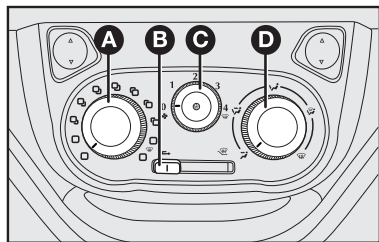

fig. 38
COMANDOS - fig. 38
1) Seletor para a temperatura do ar **A-fig. 38** totalmente posicionado à esquerda.
2) Seletor do ventilador **C-fig. 38** posicionado na velocidade máxima.
3) Seletor de distribuição do ar **D-fig. 38** apontado para ; controlar para que todas as saídas de ar estejam totalmente abertas.
4) Ligar o ar-condicionado apertando o seletor a partir da posição **1 C-fig. 38** (a luz-espia no seletor irá acender).
baçamento e ativar o condicionador, apertando o seletor **C-fig. 38**.
- 1) Condicionador de ar ligado: seletor **C-fig. 38**.